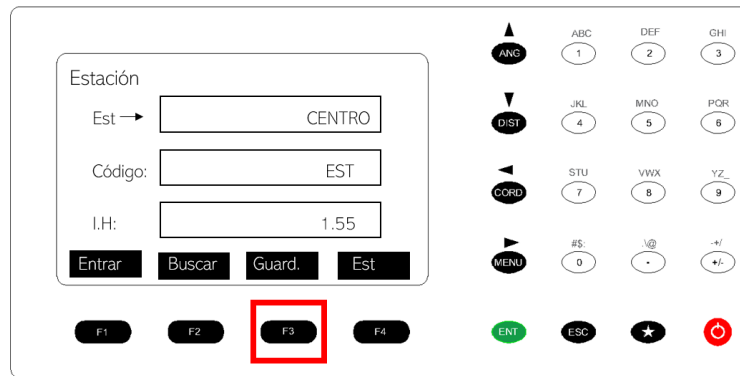

Figura 118. Guardado.
22. Presionar F3 Guard. Figura 118.